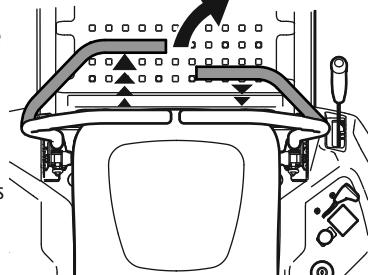

Figura 27
- Para girar a la derecha, mueva la palanca de control de la transmisión derecha hacia atrás respecto de la palanca izquierda. Consulte la Figura 27.